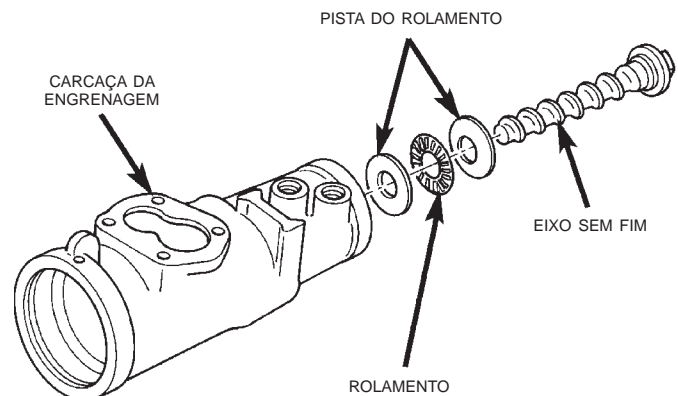

Fig. 21 Eixo sem Fim
(12) Remova a porca de trava e a porca ajuste do eixo curto.
(13) Puxe o eixo curto com a válvula da bobina e o conjunto de suporte axial para fora da carcaça.
(14) Remova o eixo sem fim da carcaça (Fig. 21).
(6) Instale o guia no pistão da cremalheira e instale o grampo e os parafusos do grampo. Aperte os parafusos com um torque de 58 N·m (43 pés-lb.).
(7) Insira o fuso C-4175 no furo do pistão da cremalheira e mantenha a ferramenta apertada contra o eixo sem fim.
(8) Gire o sem fim EM SENTIDO ANTI-HORÁRIO enquanto empurra o fuso. Isso forçará o pistão da cremalheira no fuso e manterá as esferas do pistão no lugar.
(9) Instale as pistas e o mancal axial no eixo sem fim e instale o eixo na carcaça (Fig. 21).
(10) Instale o eixo curto com a válvula da bobina, o conjunto de suporte axial e a porca de ajuste na carcaça.
(11) Instale o pistão da cremalheira com o fuso na carcaça.
(12) Segure o fuso apertado contra o eixo sem fim e gire o eixo curto EM SENTIDO HORÁRIO até que o pistão da cremalheira assente no sem fim.
(13) Instale o eixo de biela e a tampa lateral na carcaça.
(14) Instale o tampão do pistão da cremalheira e aperte com um torque de 150 N·m (111 pés-lb.).
(15) Instale o tampão do fundo da carcaça.
(16) Ajuste o mancal axial pré-tensionado do sem fim e o "Torque de rotação no Centro".